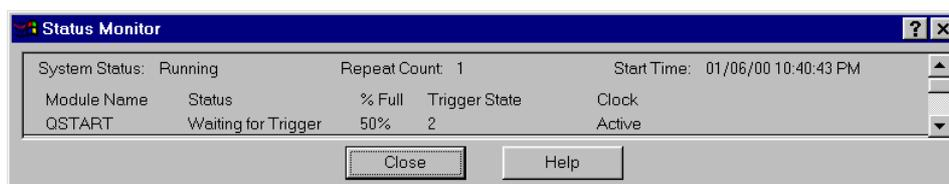

図 2-8 : [Status Monitor]
*Tip* . 実行状態の詳細は、図 2-8 の[Status Monitor]で確認できます。[Status Monitor]はツールバーの<Status>ボタンをクリックすることで表示されます。